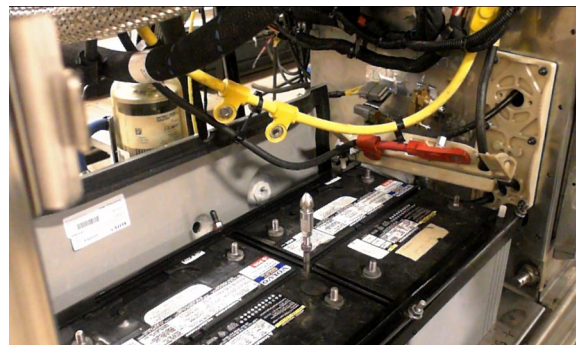

FIGURE 50: DÉGAGEMENT DES CÂBLES
4. Dégager tous les câbles des batteries sur le côté (FIGURE 50).